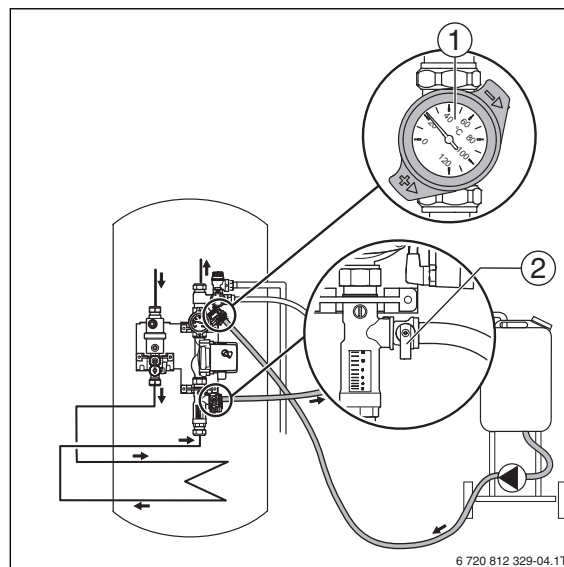

Bild 22 Spülen des Standardsystems
- ▶ Befüllstation, wie in Bild 22 dargestellt, anschließen.